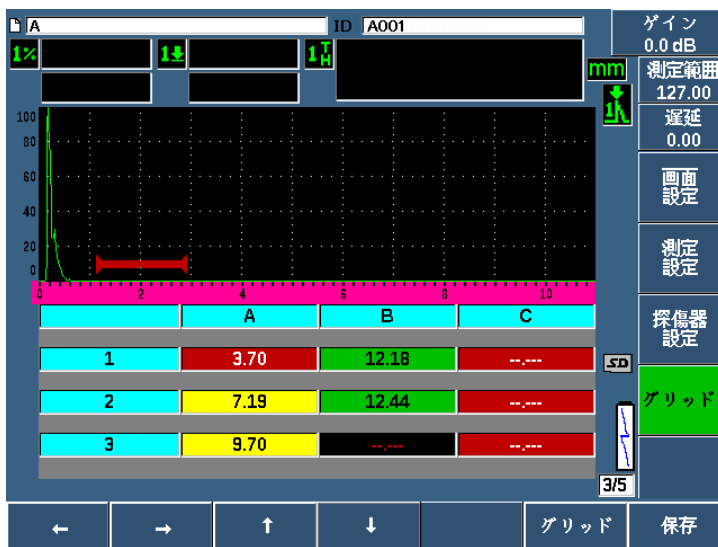

図 10-25 ライブスクリーンのグリッド管理
3. **グリッド**（P3 キー）を押し、グリッド管理を表示します（222 ページの図 10-25 参照）。